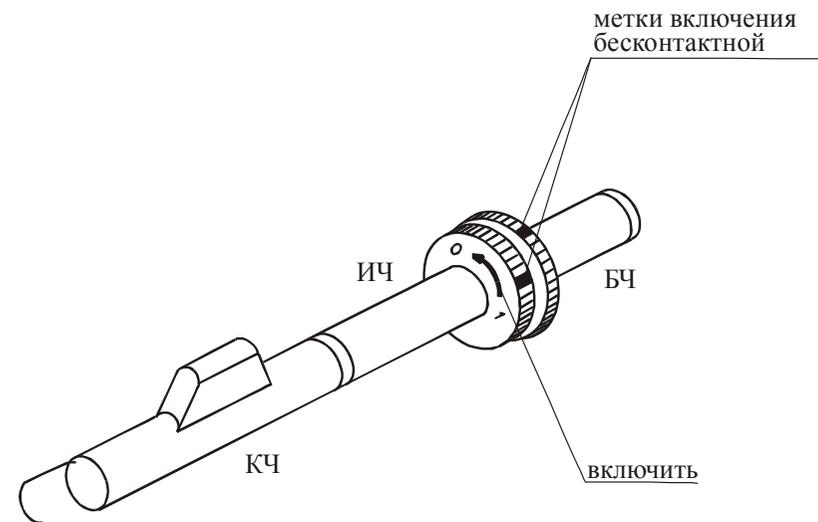

Рисунок 2
3.2 Включить бесконтактную часть путем вращения выключателя **2** из положения 0 в положение 1 до фиксации (см. рисунок 2 на с. 5). При этом должны совпасть два цветных сектора на ограничительном кольце.